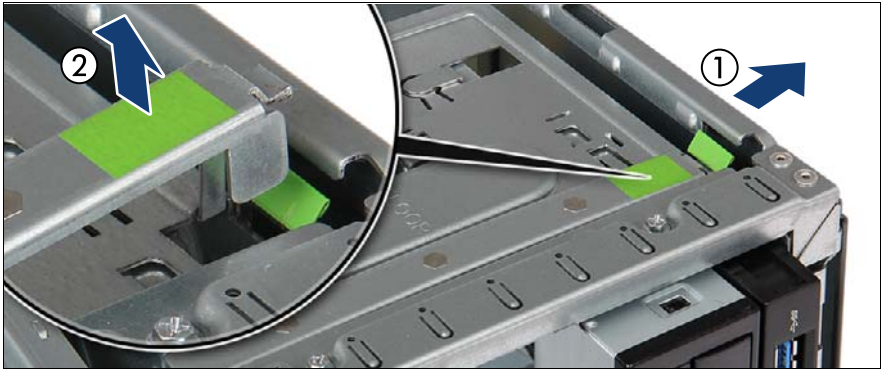

図 147: アクセス可能なドライブのロックを開く
- ▶ ロッキングラッチを押して、アクセス可能なドライブのロックを外します (図 147 を参照)。